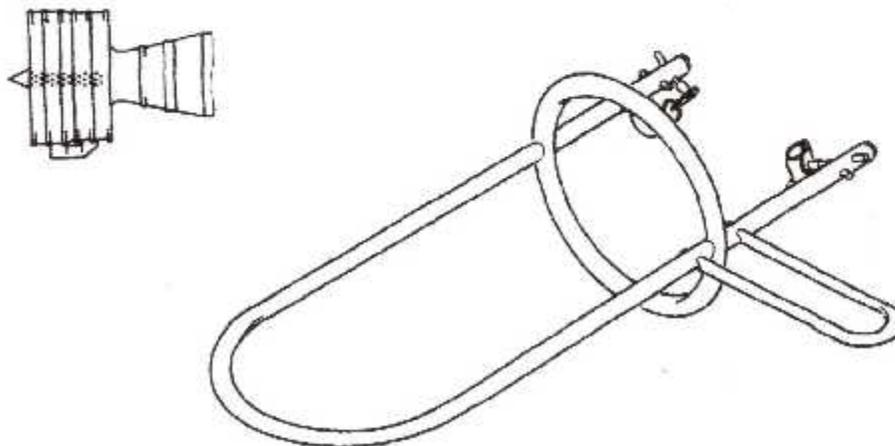

Fig. III. 19: Adaptateur Manuel, 856A2780G02.
- On desserre l'écrou à mollette, on met les quatre (04) brides de serrage de la clé dynamométrique en position installation, avec les flèches en position circulaire. On serre l'écrou à mollette.
- On installe l'outil **Adaptateur manuel, 856A2780G02** (fig. III. 19) sur le guide, 856A3703G01 et on le bloque avec la goupille de verrouillage.